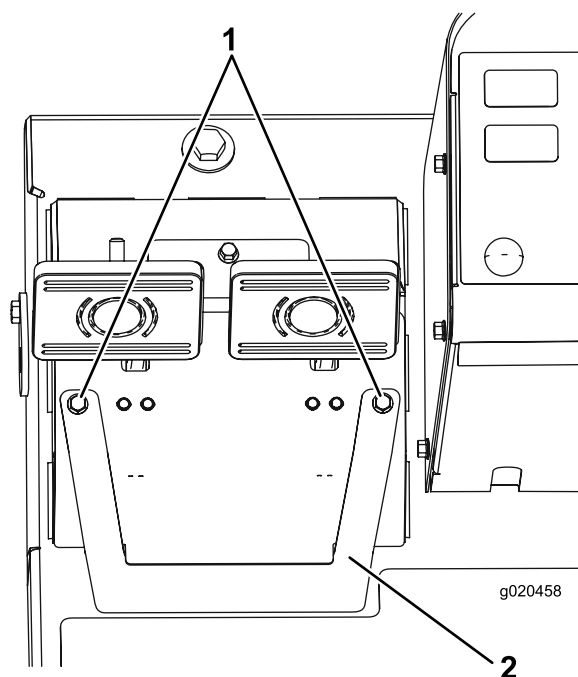

Figure 67
- A. Desserrez les 2 vis de montage et déposez le couvercle de réglage des freins (Figure 67).